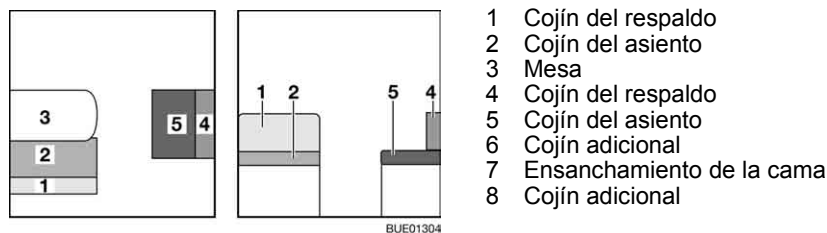

Fig. 131 Antes de la transformación
- Transformar la mesa (Fig. 131,3) en base de cama (véase apartado 6.11).
- Quitar el cojín del respaldo (Fig. 131,1) y ponerlo a un lado.